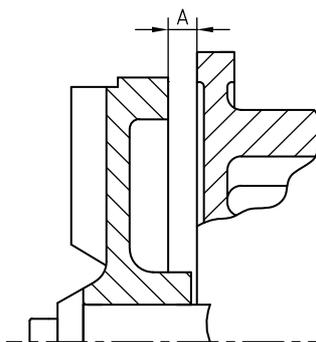

Abbildung 17: Einstellung des Laufrades FRES.
- 2 Das Laufrad auf einen Abstand **A** zwischen der Rückseite des Laufrades und dem Zwischendeckel einstellen. Siehe nachstehende Abbildung 17 und Tabelle 6. Verwenden Sie dafür vorzugsweise zwei geeichte Lineale.